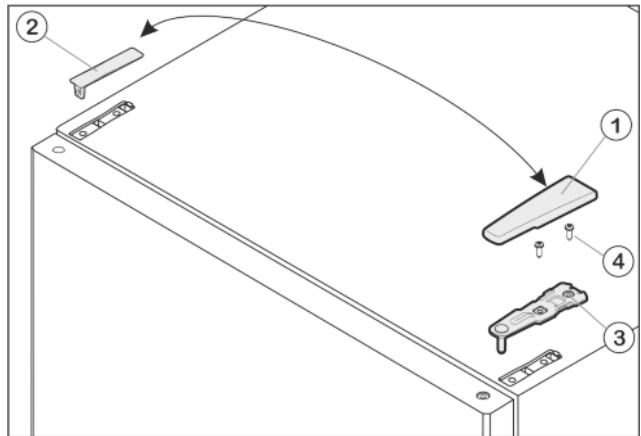

Fig. 8
- ▶ Kansi Fig. 8 (1) vedetään eteen ja ylös ja poistetaan.
- ▶ Kansi Fig. 8 (2) nostetaan pois.
- ▶ Ylempi laakerinkannatin Fig. 8 (3) ruuvataan irti (2 kertaa Torx® 25) Fig. 8 (4) ja vedetään pois yläsuuntaan.
- ▶ Aseta ylempi laakerinkannatin *Fig. 8 (3)* oveen uudelle sarana-puolelle.
- ▶ Ruuvaa ylempi laakerinkannatin **kiinni (4 Nm)** (2 x Torx® 25) *Fig. 8 (4)*. Tarvittaessa merkitse ruuvinreiät pistepuikolla tai käytä akkuruuvinväännintä.
- ▶ Kansi *Fig. 8 (1)* ja kansi *Fig. 8 (2)* asetetaan vastakkaiselle puolelle ulkoapäin paikalleen ja painetaan lukitukseensa.